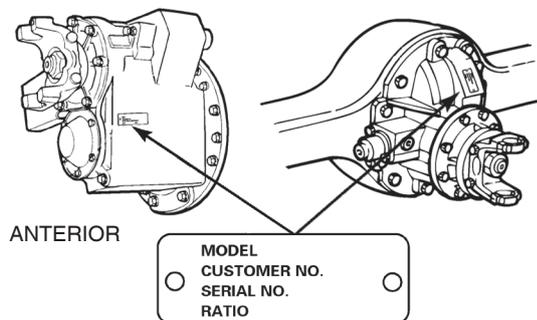

Figura 4.15
1. Localize a plaqueta de identificação rebitada na caixa do diferencial anterior e posterior. Figura 4.15.